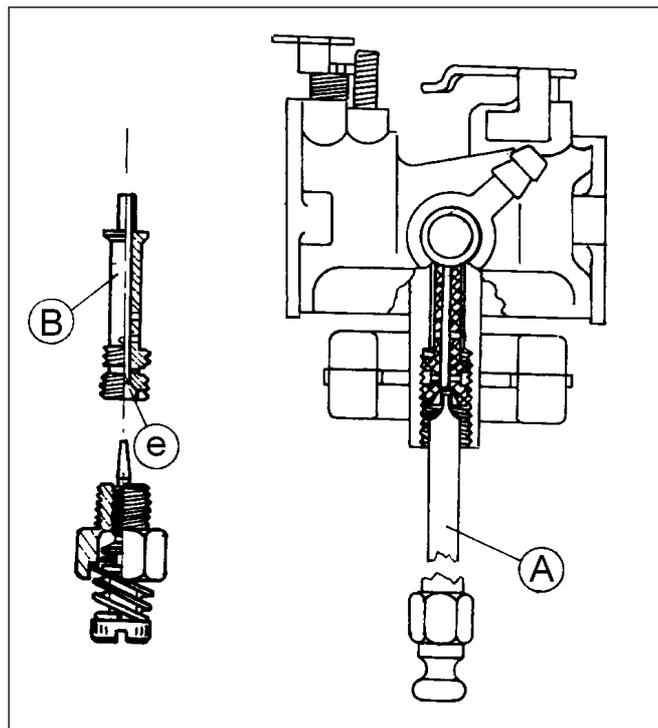

Abb. 15
- Prüfen Sie, ob Haupt- und Leerlaufeinstellschraube abgenutzt sind. Sollten die Kegelspitzen abgenutzt sein, tauschen Sie die Schrauben aus. Prüfen Sie, ob die Dichtung beschädigt ist ersetzen Sie die Dichtung, falls Beschädigungen sichtbar sind. Benutzen Sie zum Entfernen und Austauschen der Hauptdüse das von Tecumseh gelieferte Spezialwerkzeug (Abb. 15-A).
- Vergewissern Sie sich, ob der Schraubenschlitz der Hauptdüseinstellschraube (Teil B, Abb. 15). nicht beschädigt ist und der Schraubensitz keine starken Abnutzungen oder andere Beschädigungen aufweist. Überprüfen Sie, ob die Kraftstoff-Einströmöffnung der Hauptdüse (Abb. 15, e) nicht verstopft oder die Öffnung verzogen ist. Ersetzen Sie das Teil, falls es beschädigt ist.